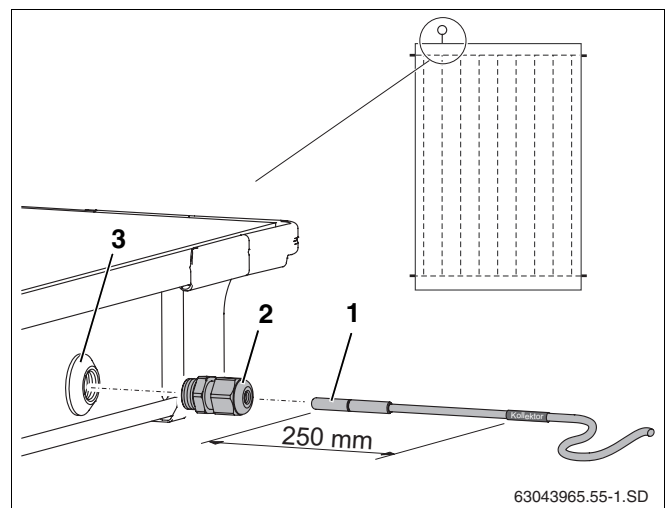

Fig. 54 Introduzir o sensor do colector no colector
Para um funcionamento sem problemas da instalação solar é necessário que o sensor do colector (fig. 54, **item 1**) seja introduzido até ao batente (corresponde a aprox. 250 mm) no tubo guia do sensor.
- ▶ Perfurar a camada de revestimento da passagem do sensor com o sensor do colector ou a chave de parafusos (fig. 54, **item 3**).
- ▶ Apertar a união roscada de aperto (fig. 54, **item 2**) à passagem do sensor.
- ▶ Apertar a união roscada de aperto (fig. 54, **item 2**), se necessário, encostar.
Caso tenha perfurado a passagem do sensor (fig. 54, **item 3**) de um colector errado, este deverá ser vedado com o tampão do jogo de ligação. Antes disso, deverá retirar, com a ajuda da união roscada de cabo (fig. 54, **item 2**), a porca que se encontra na passagem do sensor.